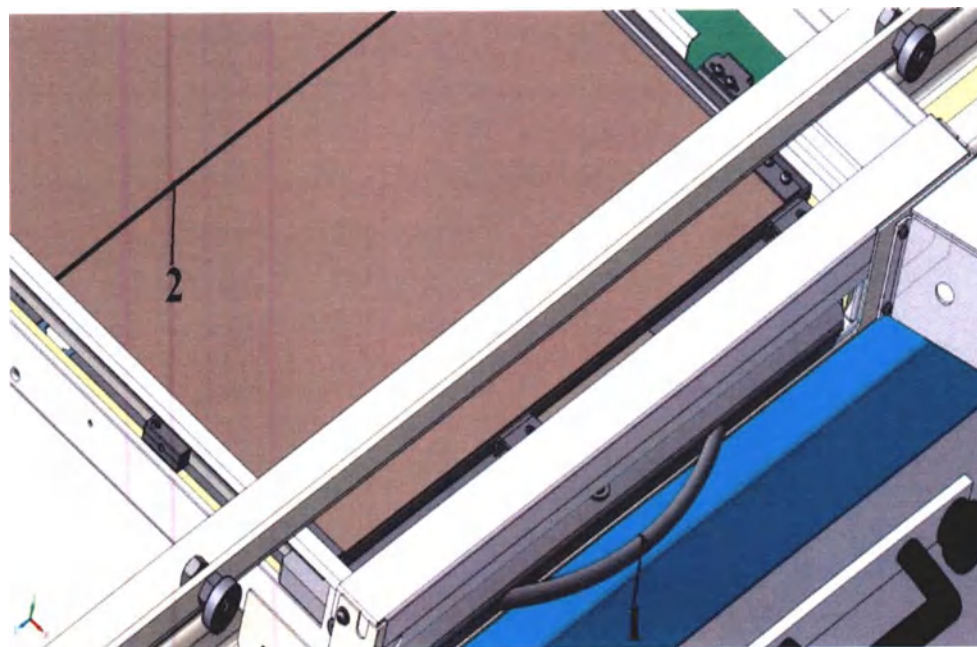

Рисунок 3.8
- переместить рентгеновскую решетку в центр светового поля (рисунок 3.8) совместив риску светового центратора с риской на ручке 1 рентгеновской решетки;